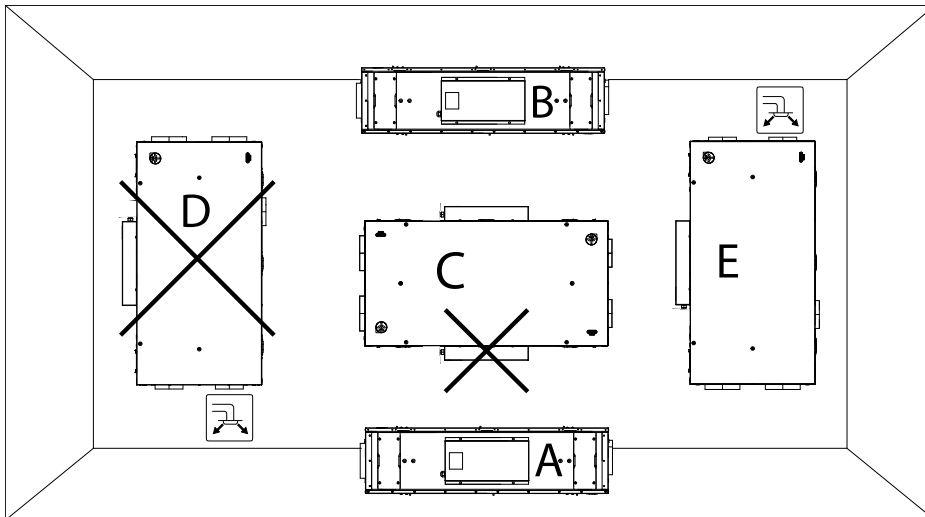

Bild 3 Mögliche Installationspositionen
2. Für Installationspositionen siehe Abbildung 3.